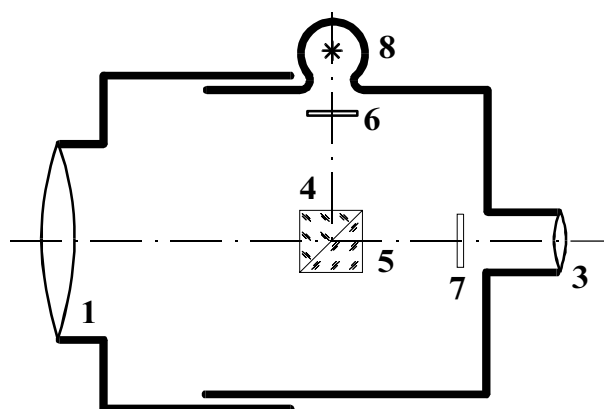

Рис.2
В отличие от обычных зрительных труб, труба гониометра имеет автоколлимационный окуляр с кубиком. Этот окуляр состоит из двух склеенных прямоугольных призм (4, 5), сеток (6) и (7), лампы подсветки (8) и окуляра (3). Сетка (6) представляет собой прозрачный крест, прорезанный в непрозрачном слое. Сетка (7) - прозрачную стеклянную пластину с черным крестом. Сетка (7) находится в фокальной плоскости окуляра. Это устройство позволяет установить оптическую ось трубы перпендикулярно любой плоскости, обладающей способностью зеркально отражать свет. Пусть, например, перед объективом трубы помещена стеклянная призма. Свет от лампы (8) освещает сетку (6). Рассмотрим ход лучей, прошедших через какую либо точку прозрачного креста. (См. рис.2).
Рис.2 относится к случаю, когда фокусы объектива и окуляра совпадают (труба сфокусирована на бесконечность). Только в этом случае изображение сетки (6) попадает в фокальную плоскость окуляра и мы наблюдаем резкий крест.